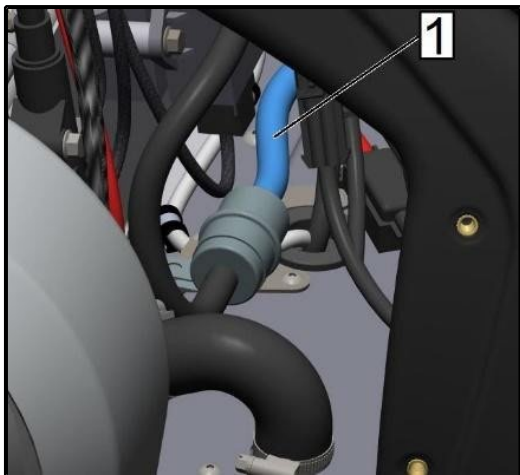

Fig.18
11. Rimuovere il tubo flessibile del carburante (Pos.1, Fig. 18) che collega il modulo del carburante e il filtro dal connettore del filtro. Tenere il tubo flessibile (Fig. 1, Fig. 18) con una mano e spostare il filtro del carburante verso l'esterno con l'altra mano.